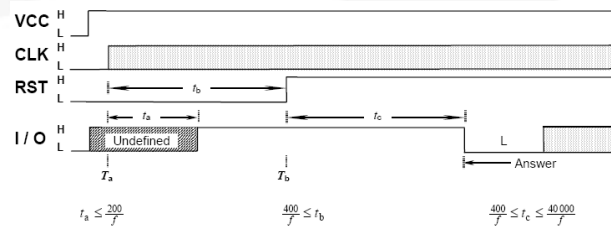

图 15. 激活时序(ISO 7816-3 2006)
为确保SIM卡电路不会在SIM卡触点物理连接之前激活，IS07816-3 2006强制规定了图15中所述的事件激活顺序。FXLA2204为主机和SIM卡之间的激活时序提供了完整的透明度。
5. 开始激活时序（参见图 15）。